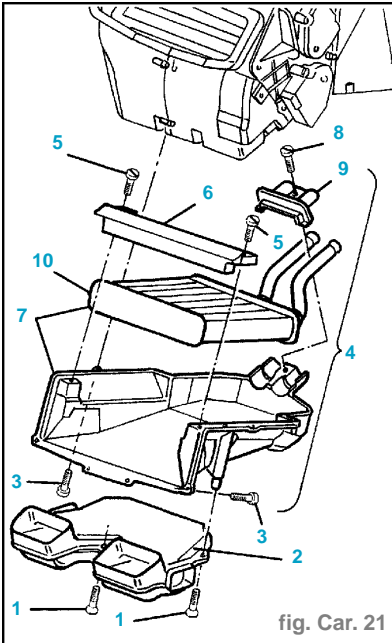

fig. Car. 21
- Dévisser les vis (1) (fig. Car. 21).
- Enlever le convoyeur (2).
- Dévisser les vis de fixation du support radiateur (3).
- Baisser le support avec radiateur (4).